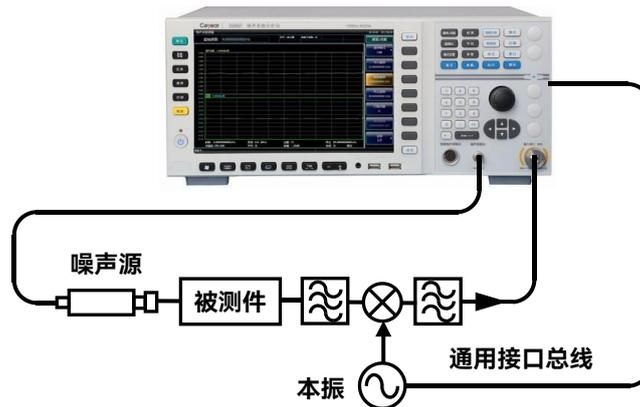

图 4.6 系统下变频模式测量连接图示
- 步骤3.** 校准完成后在噪声源输出和系统下变频器的射频输入端口之间插入被测件，进行测量，系统下变频模式的测量连接如图4.6所示。